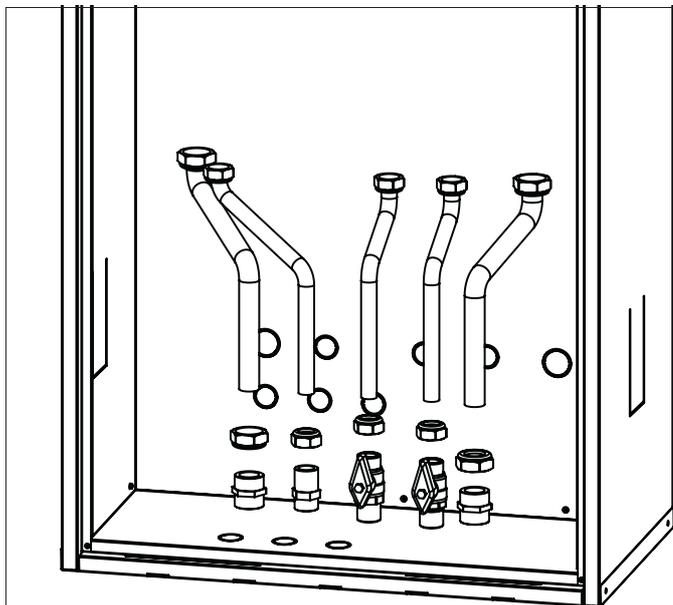
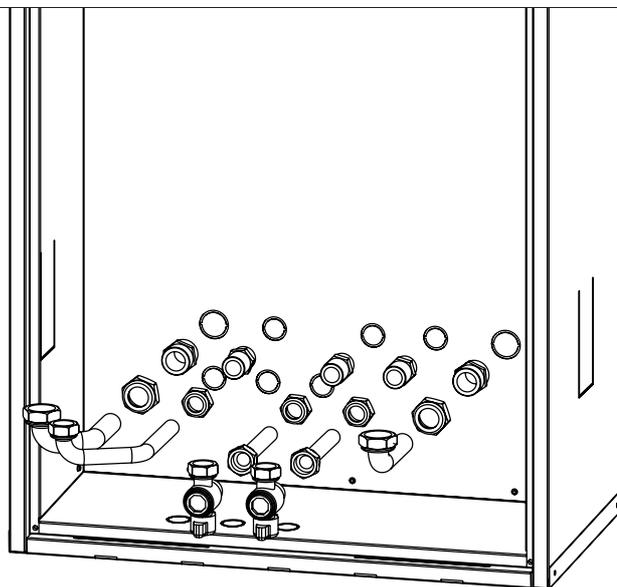

fig. 10A
fig. 10B
9. In corrispondenza degli allacciamenti sostituire i tappi con i raccordi e collegare la caldaia ai raccordi così fissati al telaio. A questo scopo, il produttore ha previsto due kit di tubi (optional), a seconda che gli allacciamenti siano fatti nella parte inferiore (fig. 10A) o sul retro (fig. 10B) del telaio.
In caso di installazione con allacciamenti nella parte inferiore (fig. 10A) suggeriamo di utilizzare del silicone o altro materiale adatto allo scopo, per otturare gli eventuali spazi che potrebbero restare tra i fori predisposti del telaio e i tubi di allacciamento alla caldaia, in modo da evitare possibili infiltrazioni di acqua nei muri, in caso di perdite dalle tubazioni.